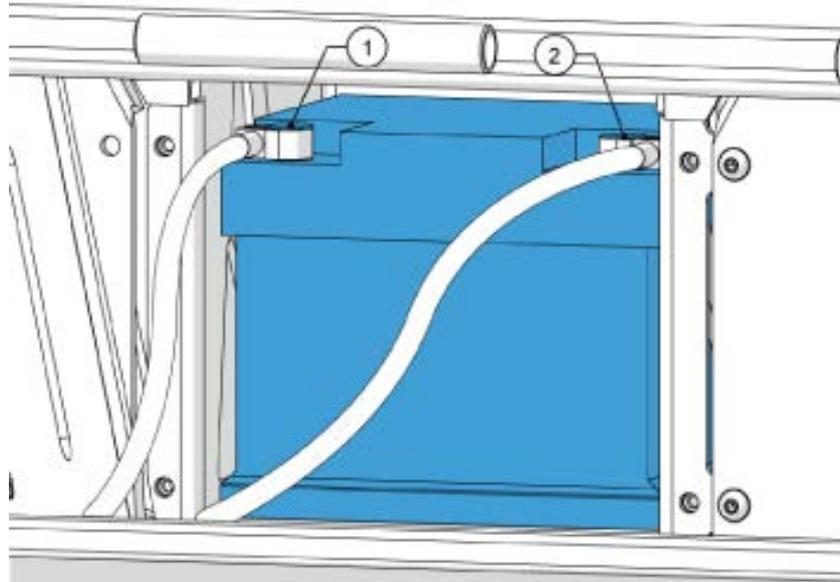

Figure 79 - Bornes de la batterie
5. Débranchez d'abord le fil négatif de la batterie (1, Figure 79), puis le fil positif (2, Figure 79).
11. Branchez d'abord le fil positif de la batterie (2, Figure 79), puis le fil négatif (1, Figure 79).